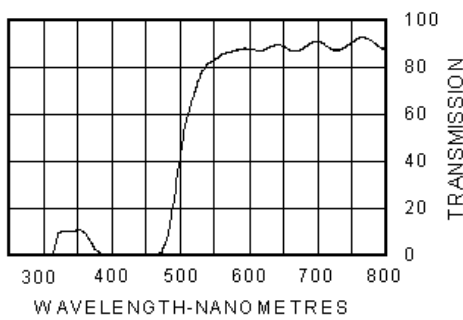
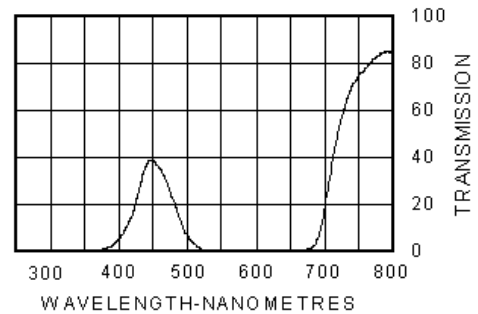

Abbildung 9: Folie CH 101
Abbildung 12: CH 120
- (A5) Identifizieren Sie die Farben der Stoffe mit den Transmissionskurven (Abb. 9 bis Abb. 12). Begründen Sie Ihre Entscheidungen kurz.